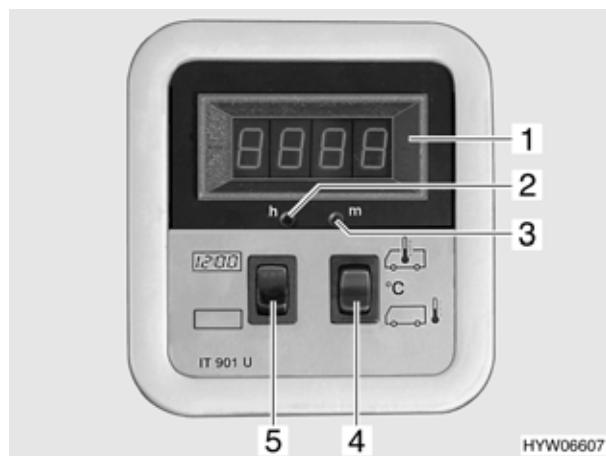

Fig. 63 Orologio digitale/indicatore temperatura
La centralina elettrica funziona solo in collegamento con il pannello di controllo (Fig. 63 a Fig. 66).
- Se necessario, inserire brevemente l'alimentazione a 12 V mediante l'interruttore principale 12 V (Fig. 63,4). Ciò è possibile solamente se la tensione della batteria è maggiore di 11 V. Se la tensione è minore di tale valore, l'alimentazione a 12 V può essere riaccesa solamente dopo che le batterie dell'abitacolo sono state ricaricate.
- Premere l'interruttore a bilico (Fig. 63,5) in alto : l'indicatore dell'orologio digitale si accende. L'indicatore per la temperatura è pronto al funzionamento.
- Premere l'interruttore a bilico (Fig. 63,5) in basso : l'orologio digitale e l'indicatore di temperatura sono spenti.
- Impostare l'orologio premendo con un oggetto sottile, a. es. con la punta di una penna, nell'apertura per l'indicazione delle ore (Fig. 63,2) o nell'apertura per l'indicazione dei minuti (Fig. 63,3). Tenere premuto fino a che non compaiono l'ora e i minuti desiderati.
- Premere in alto l'interruttore a bilico °C (Fig. 63,4) : viene indicata la temperatura dell'abitacolo.
- Premere in basso l'interruttore a bilico °C (Fig. 63,4) : viene indicata la temperatura esterna.